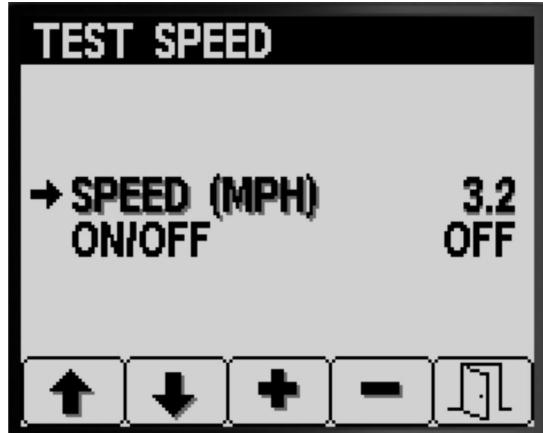

Рисунок 71
3. Нажмите кнопку 1 или 2, чтобы перейти к пункту SPEED (Скорость) (Рисунок 71).
4. Нажимайте кнопки 3 или 4, чтобы увеличить или уменьшить имитационную скорость (Рисунок 71).